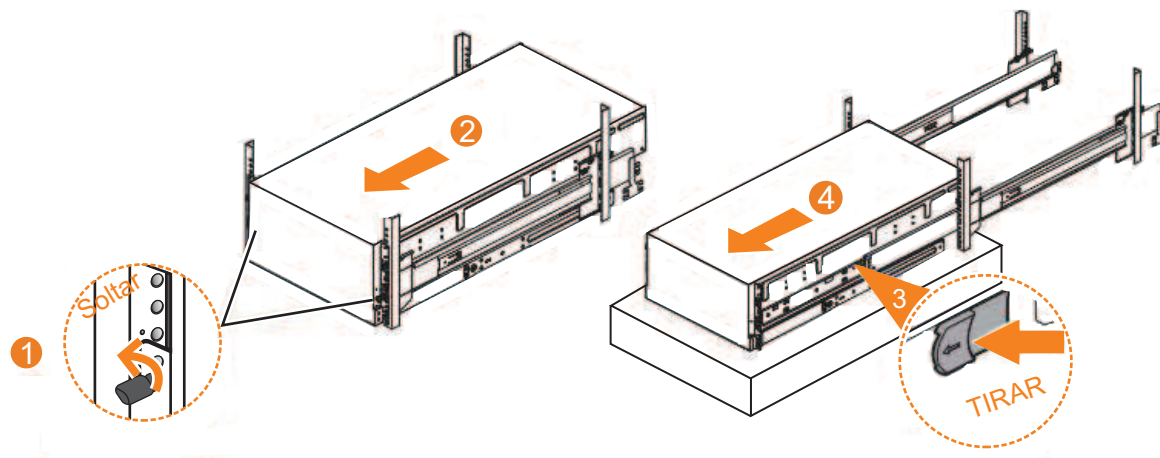

Figura 107. Extracción del alojamiento 2145-92F del bastidor
1. Afloje los tornillos de mano de bloqueo (**1**) en la parte frontal del alojamiento, como se muestra en la Figura 107.
2. Deslice con cuidado el alojamiento hacia adelante para extraerlo del bastidor (**2**), como se muestra en la Figura 107.
3. Localice las pestañas de liberación azules izquierda y derecha cerca de la parte frontal del alojamiento. Tire de ambas pestañas de liberación hacia adelante para desbloquear el mecanismo de cajón (**3** en la Figura 107).
4. Deslice el alojamiento y el miembro de riel interior hacia fuera del bastidor (**4** en la Figura 107).